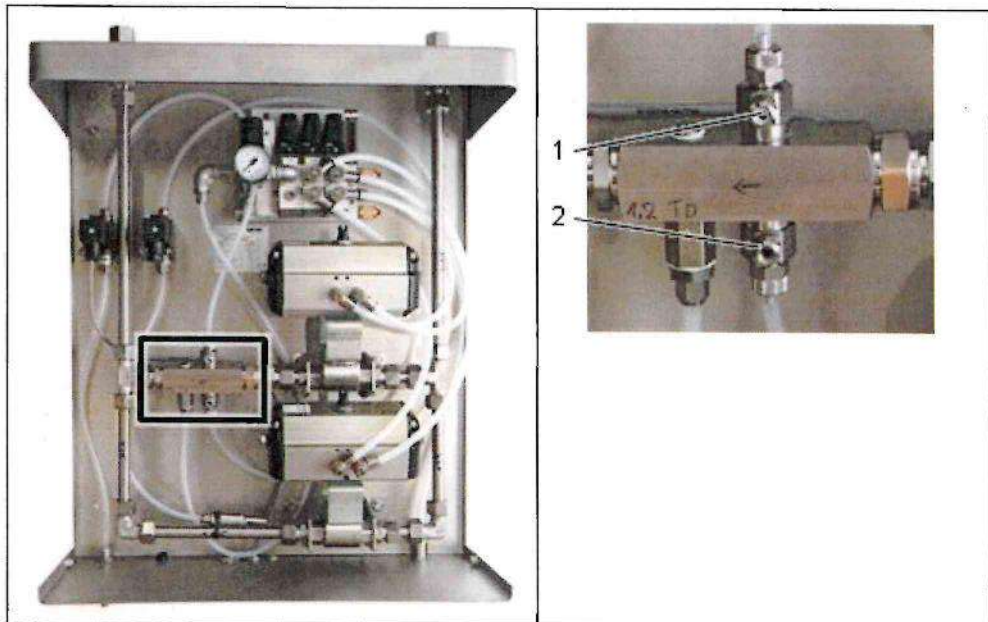

Abbildung 14 Position des Drosselrückschlagventils
15. Die Chemiekonzentration mithilfe des Drosselrückschlagventils einstellen (Abbildung 14 Position des Drosselrückschlagventils).